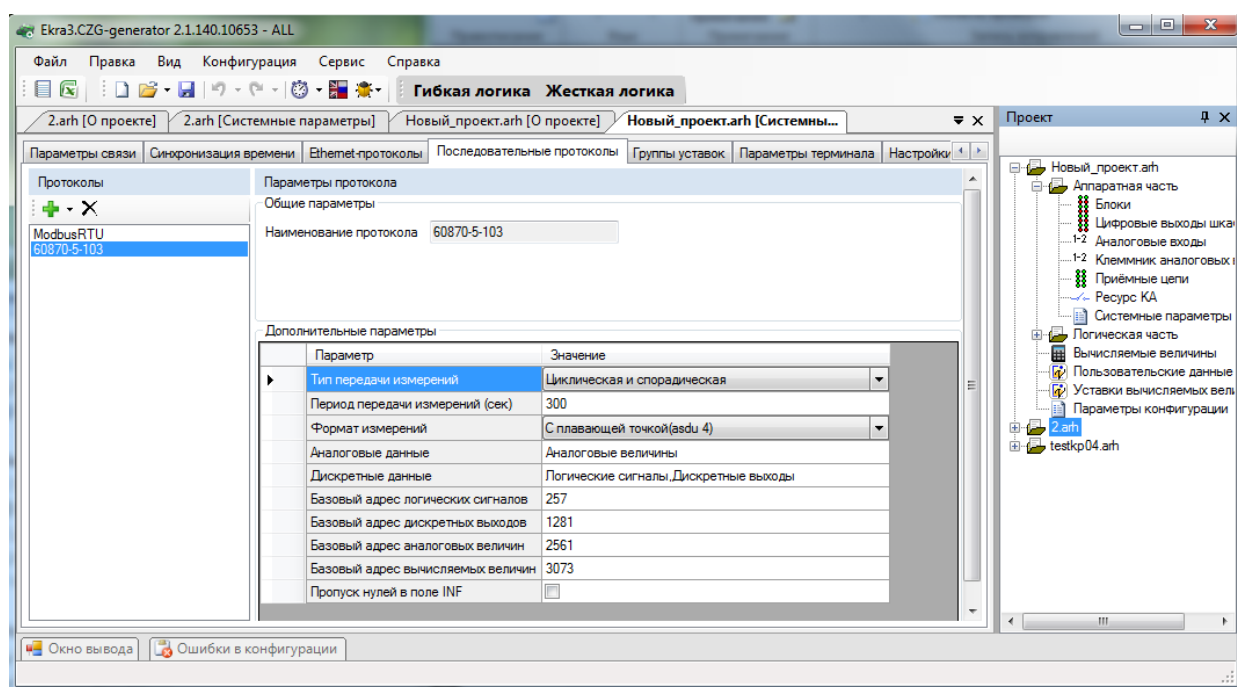

Рисунок 3.59
3.4.7.4.1 Дополнительные параметры протокола 60870-5-103 (см. рисунок 3.59)